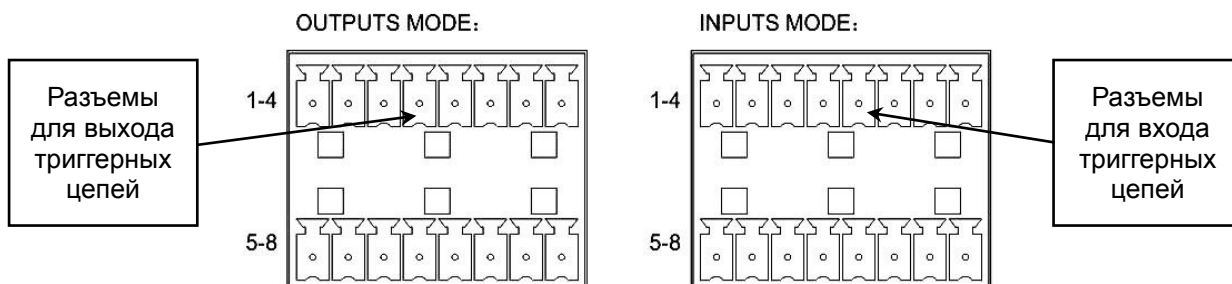

Рис. 4.15. Фрагмент задней панели коммутатора LPA-EVA-MS с разъемами подключения линий триггерных сигналов
- b. **CH** (канал): **01 02 03 04 05 06 07 08** (список каналов интерфейса управляющих сигналов, работающих в установленном режиме **НЗ/НО** или **OK**). Физическое расположение разъемов каналов на задней панели показано на Рис. 4.15.